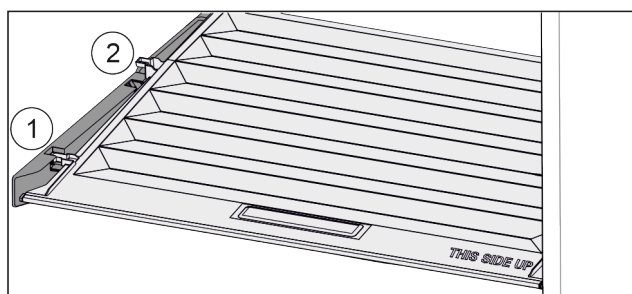

Fig. 124
- ▶ Deslice la tapa hacia delante hasta la abertura de las piezas de sujeción *Fig. 124 (1)*.
- ▶ Levántela por detrás desde abajo y retírela tirando hacia arriba *Fig. 124 (2)*.